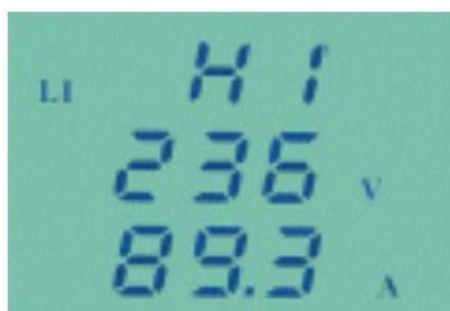

Рис. 7
- Каждое нажатие кнопки «↑» или «↓» меняет фазы (рис. 7).